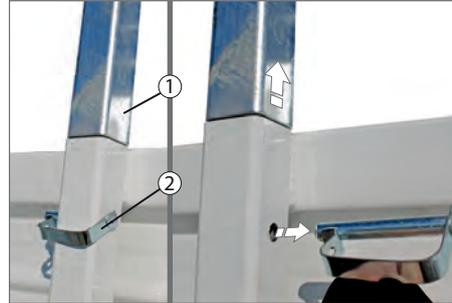

Abb. 175 Auflagebock entsichern
- ▶ Federsteck-Bolzen (Abb. 175/2) aus Rungentaschen herausziehen.
- ▶ Auflagebock-Gestell (Abb. 175/1) langsam und gleichzeitig aus den Rungentaschen herausziehen.